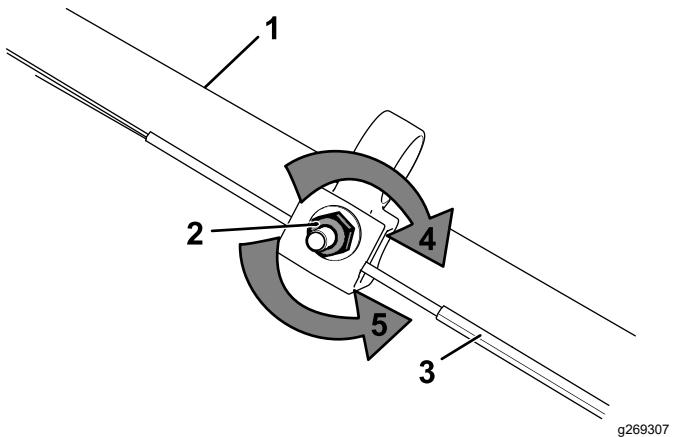

Figure 26
2. Ajustez la tension du câble (Figure 26) en le tirant en arrière ou en le poussant en avant puis en le maintenant à cette position.
1. Tournez l'écrou de réglage dans le sens antihoraire pour desserrer le réglage du câble (Figure 26).